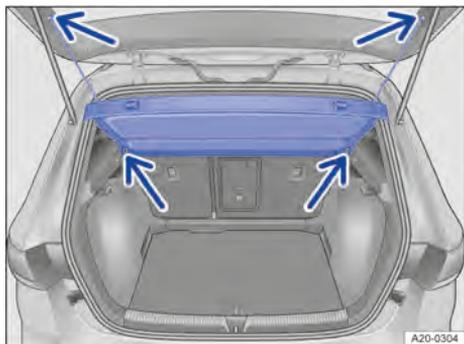

Fig. 118 En el maletero: desmontar y montar la cubierta.
- Desenganche las cintas de sujeción del portón del maletero → fig. 118 (flechas superiores).
- Encastre la cubierta en los soportes laterales → fig. 118 (flechas inferiores).